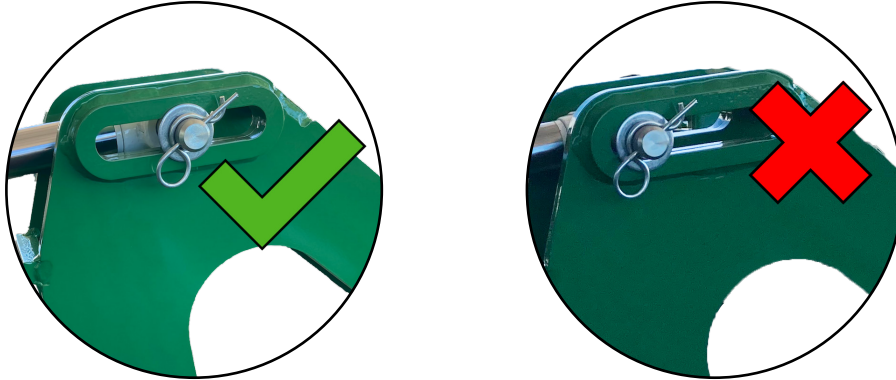
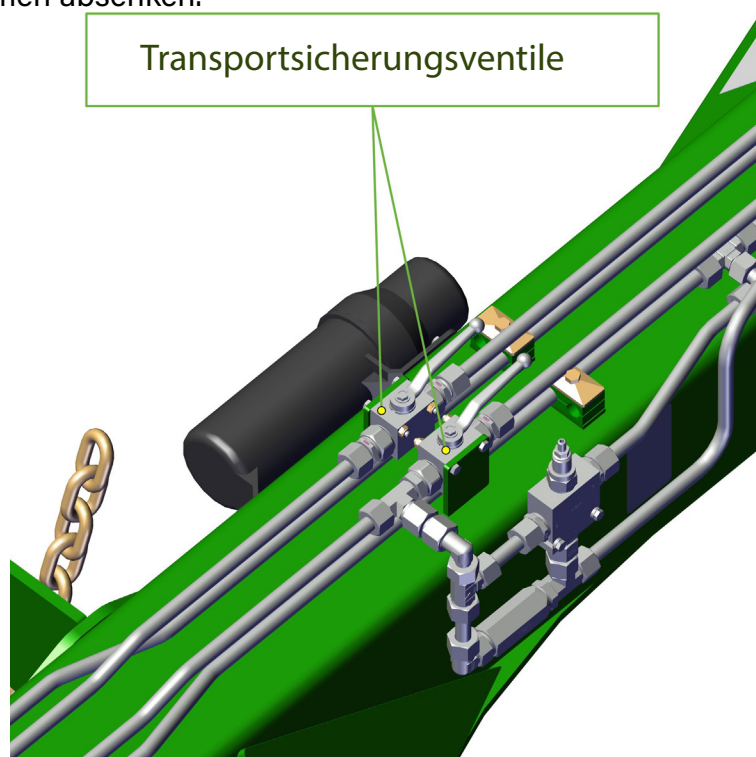

Abb. 10.
Abb. 12
9. Das Spanner-Absperrventil deaktivieren (Lage des Ventils siehe Abb. 12).
2. Das Spannventil der Rahmensegmente öffnen (Abb. 12).
Für die meisten Bedingungen wird ein Kettenspanndruck von 69 bar bzw. 1000 psi empfohlen. Siehe Abb. 10. Unter bestimmten Bedingungen kann es jedoch notwendig sein, den Druck zu erhöhen (max. 138 bar/2000 psi). Dazu die Sicherungsmutter lösen und das Spanner-Absperrventil (Abb. 12) öffnen. Dann die Ausklapphydraulik aktivieren und gleichzeitig mit einem Innensechskantschlüssel die Schraube in die angegebene Richtung drehen (Abb. 23), bis der gewünschte Druck am Manometer angezeigt wird.